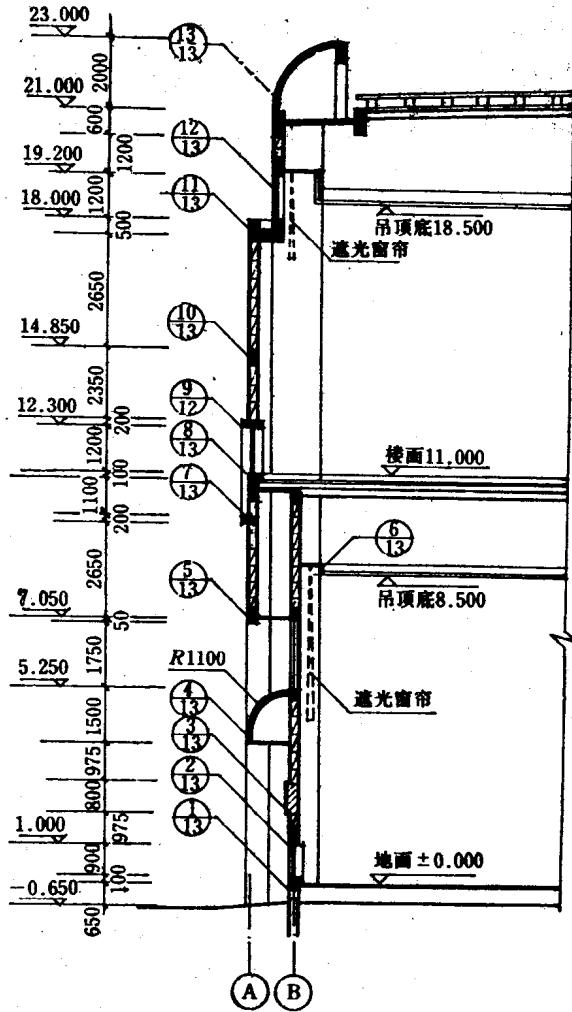

图 1-1 墙身图
**【例1】**图1-1所示为一幢蓝排球训练馆的外墙墙身图（该建筑是预应力大跨度结构），其图纸编号为建施9。本图实际上是一个剖面图的局部放大。它表示房屋的屋面、楼面、地面和檐口的构造，楼板和墙的连接，门窗台和窗顶、勒脚、散水的构造关系。类似这一类施工图是施工的重要依据。
(1) 从图中了解外墙所处的轴线部位：它代表了⑬轴的外墙，至于其它几面外墙是否和本图相同，需要从其他图纸才可证实。墙身图应标明墙里各种构配件以及和它相连接的构件的标高。